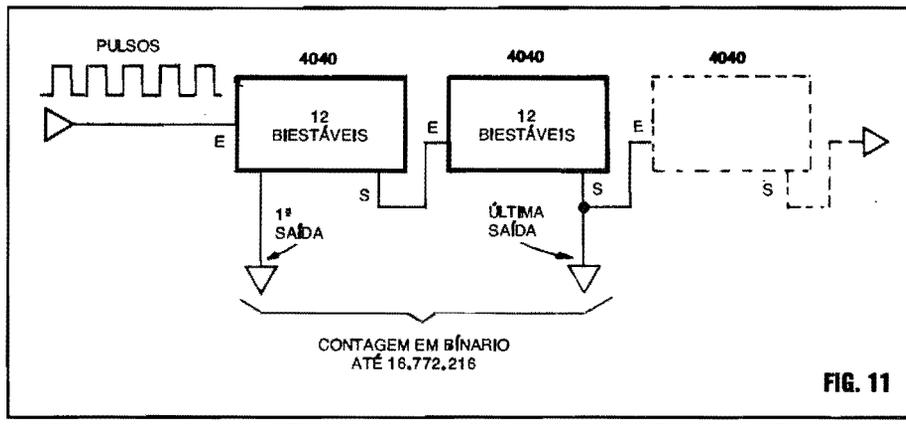

FIG. 11
- FIG. 11 - ... E PARA CONTAR "ACIMA" DE 4096...? - Embora 4096 pareça, a princípio, um número ou quantidade relativamente elevada, na prática não o é, já que em muitas aplicações precisamos quantificar valores numericamente muito superiores, manipulando tais números binários elevados, digital e eletrônica-
impressionante "talento" no assunto é a **grande** (*mesmo...*) **velocidade** com a qual podem realizar tais operações...! Só para dar um exemplo comparativo, o conjunto dos dois 4040 iniciais do diagrama da FIG. 11 pode efetivamente **contar**, desde 1 até **16.772.216** em *muito menos tempo* do que alguém conseguiria *dizer*, em voz alta, o número **dezesesseis milhões, setecentos e setenta e dois mil e duzentos e dezesseis**...! Na verdade, tal contagem ou totalização binária pode ser feita numa **fração de segundo**! Graças a esse enorme potencial, lastreado basicamente na **precisão** e na **velocidade** é que surgiu todo o moderno Universo do cálculo puramente eletrônico e - por consequência - os **computadores, micro-computadores** e toda a **parafemália informática** que atualmente nos cerca e nos serve! Na raiz de todo arranjo eletrônico digital contido nos modernos computadores, temos nada mais, nada menos, que um "monte" (mas um **monte mesmo**...) de **divisores**